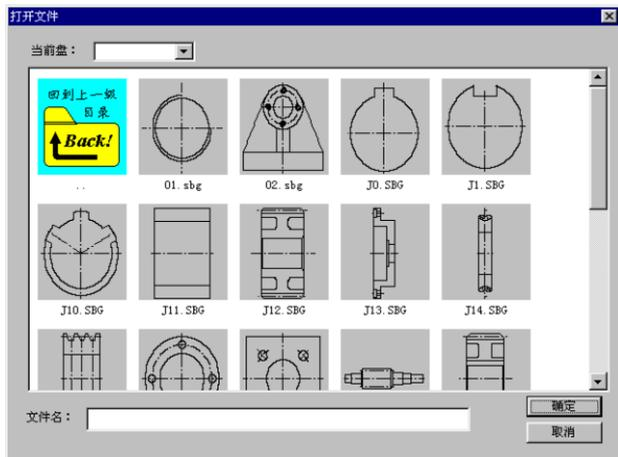

图4.2-55
- ⑦ 出现图 4.2-54 对话框，选择螺纹直径，单击右方的小按钮可选择螺纹直径，螺纹直径按国标递增或递减，将螺纹直径选为 M10，单击〈完成〉按钮，此时所选联接组件与光标粘在一起，粘连点在螺钉的垫圈下（如图 4.2-55(a)）。用转动操作将光标顺旋 90°，移动光标带动紧固件组到适当位置（可将光标上线，如图 4.2-55(b)），单击鼠标左键或按【Enter】，则螺钉头定位（如图 4.2-55(c)），光标自动跳至螺母垫圈上，且光标方向
被锁定（光标在点划线上且带箭头），以后光标移动时不会离开当前方向。光标再移动时，螺钉头部分不再随之移动，只有螺母部分随之移动，螺钉长度自动被拉长或缩短，并自动调整到标准长度上，拖动螺母至适当位置（在本例中应上线，如图 4.2-55(d)），单击鼠标左键或按【Enter】，确定好位置，整个紧固件组画好。若单击鼠标右键再点图 4.2-46 中的〈投影〉选项，即会得到俯视图的投影，且被自动锁定在投影方向上，选好位置后，单击鼠标左键或按【Enter】即完成。
注意：若只需螺钉头，则在确定螺钉头位置后（如图 4.2-55(c)所示），单击鼠标右键，单击图 4.2-46 菜单的〈重选〉即可。